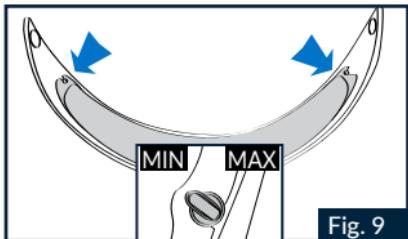

Fig. 9
1.2 Sicherstellen, dass die Innenfläche des Visiers sauber ist und dass die äußeren Einstellhebel der Zapfen nach innen gerichtet sind (Abb.9).
Durch Öffnen und Schließen des Visiers prüfen, ob das Innenvisier PINLOCK® korrekt montiert wurde. Sie dürfen nicht gegeneinander verrutschen. Sollte das Innenvisier PINLOCK® nicht fest am Visier anliegen, die beiden äußeren Einstellhebel gleichzeitig langsam und nicht zu stark nach oben drehen, um die Haftung zu verbessern (Abb.9). Die maximale Haftung wird erreicht, wenn die äußeren Einstellhebel der Zapfen nach außen gerichtet sind.